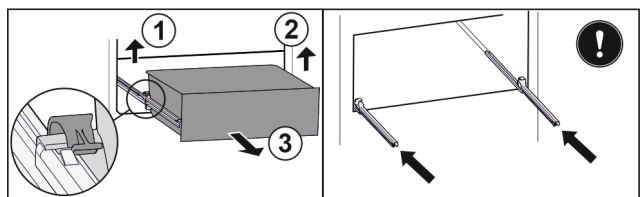

Fig. 214
- ▶ Linke Klemme anheben und gleichzeitig Schubfach links nach vorne ziehen. Fig. 214 (1)
- ▶ Rechte Klemme anheben und gleichzeitig Schubfach rechts nach vorne ziehen. Fig. 214 (2)
- ▶ Schubfach nach vorne entnehmen. Fig. 214 (3)